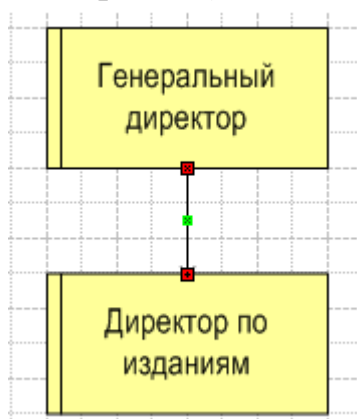

Рис. 61. Точки контроля присоединения связи к элементам
3. Выделите созданную связь. На диаграмме точки присоединения к элементами должны стать красными (рис. 61).